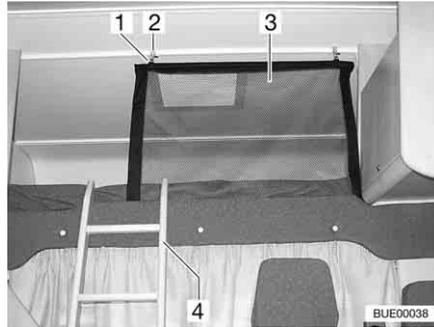
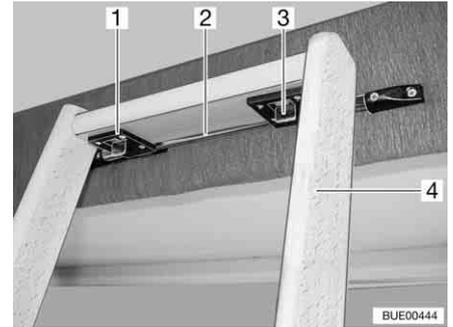

Fig. 82 Cama de alcoba
Fig. 83 Escalera de ascenso, bloqueo
Para subir a la cama de alcoba, utilizar la escalera de ascenso (Fig. 82,4 y Fig. 83,4) equipada de serie.
- Enganchar la escalera con los dos ganchos (Fig. 83,1) en la barra (Fig. 83,2) del panel de la alcoba.
- Correr los dos bloqueos (Fig. 83,3) hacia adelante.
La red de seguridad (Fig. 82,3) viene de serie entre el colchón y el somier. Tender la red de seguridad cuando las personas ya se encuentren en la alcoba.
- Enganchar el soporte (Fig. 82,1) en las argollas en el techo (Fig. 82,2).